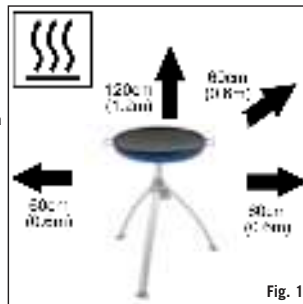

Fig. 1
- Over enheden 1,2 m. Bagved og ved siderne 600 mm. (Se fig.1)
- I tilfælde af tilbagetænding (hvor flammen brænder tilbage og antænder indeni brænderen eller venturi kabinettet), skal gasforsyningen øjeblikkelig lukkes ved først at lukke styringsventilen på gasbeholderen og derefter på tilførselsventilen (M). Efter at flammen er gået ud, fjernes regulatoren og forseglings tilstand tjekkes - udskift forseglingen i tvivlstilfælde. Tænd enheden igen, som beskrevet i afsnit 7 nedenfor. Hvis flammen bliver ved med at tilbagetænde, returneres produktet til det nærmeste autoriserede CADAC serviceværksted.